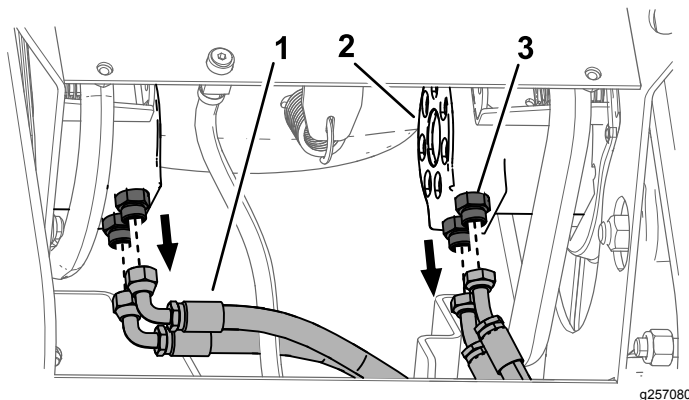

Рисунок 4
1. Поместите ветошь или контейнер под гидравлические отверстия гидромоторов гусениц для сбора жидкости, которая может вытечь при выполнении данной процедуры (Рисунок 4).